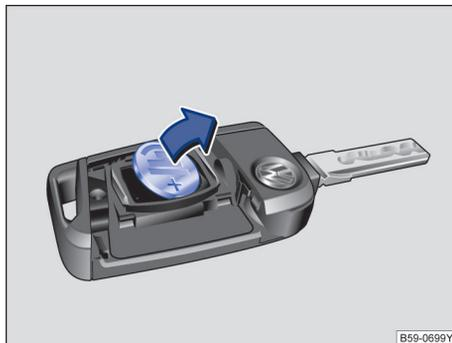

图 49 汽车钥匙：取出旧电池
- 用一合适的扁平器具从电池盒里撬出电池→图 49。
- 安放新电池，然后沿→图 49 箭头相反方向将其推入电池盒内→②。